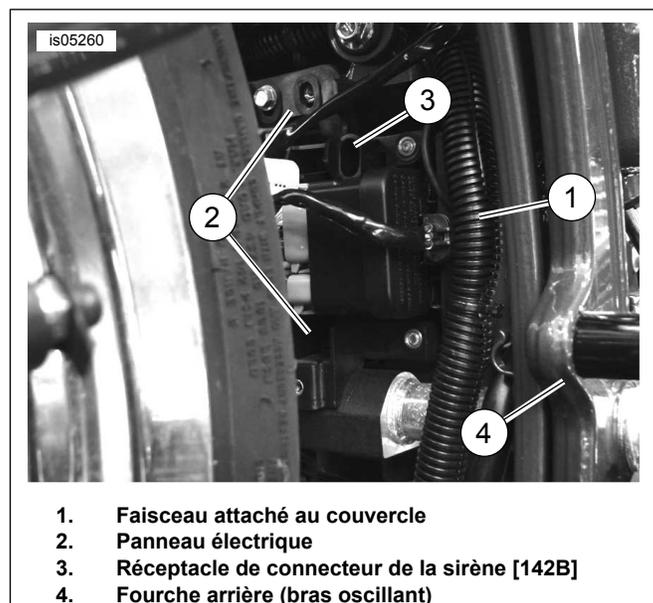
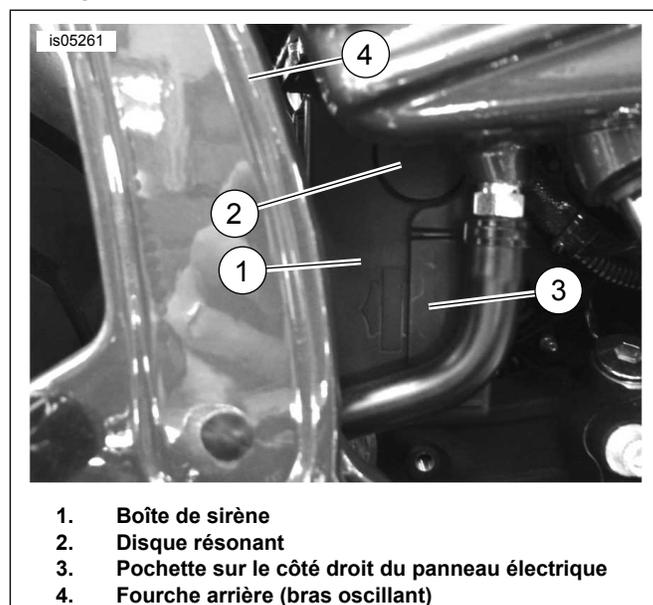

Figure 23. Panneau électrique (modèles FXCW/C)
Figure 24. Montage de la sirène (modèles FXCW/C)
2. Voir la figure 23. Détacher le faisceau (1) fixé sur le côté droit du couvercle du compartiment électrique (protection anti-éclaboussures, déjà enlevée sur la photo) juste en avant de la roue arrière. Retirer les deux vis à tête creuse hexagonale avec les rondelles qui fixent le couvercle et retirer le couvercle du véhicule.
3. Retirer le connecteur de la sirène [142B] de la prise (3) près du dessus du panneau électrique (2).
5. Voir la figure 24. Positionner le boîtier de la sirène (1) avec le connecteur de faisceau vers l'arrière et le disque de la sirène (2) tourné vers l'extérieur. Clipser soigneusement le boîtier de la sirène dans la poche (3) située sur le côté droit du panneau électrique.